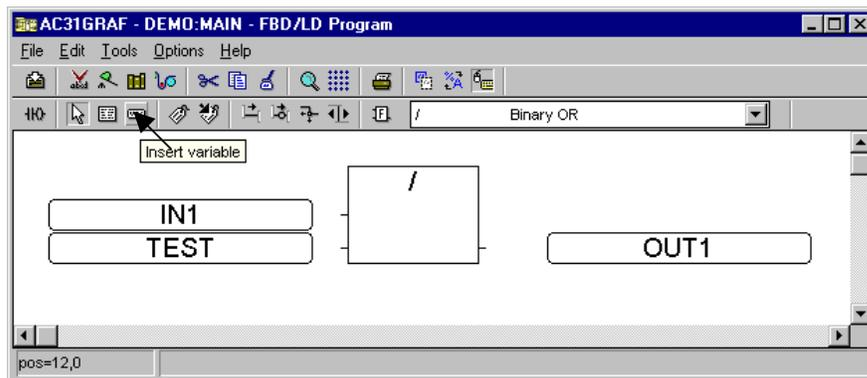

图2-10：插入变量
- ⇒ 在程序编辑器窗口（参见图2-10）里选择  “Insert variable” 图标。然后把光标放到功能块的左边，确信左边有足够的空地，以便输入变量不会覆盖功能块，再点击鼠标。